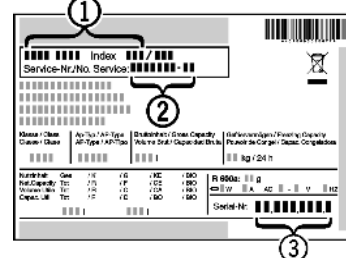

Fig. 66
- ▶ Odczytać z tabliczki znamionowej oznaczenie urządzenia Fig. 66 (1), nr serwisowy Fig. 66 (2) oraz numer seryjny Fig. 66 (3). Tabliczka znamionowa znajduje się po lewej stronie wewnątrz urządzenia.